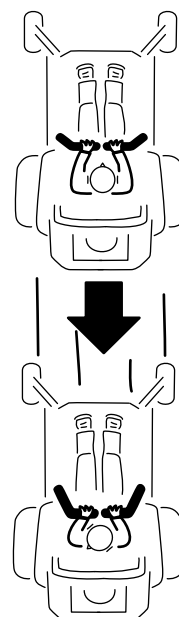

Figura 29
2. Per fare marcia indietro tirate lentamente indietro le leve di controllo del movimento (Figura 29).